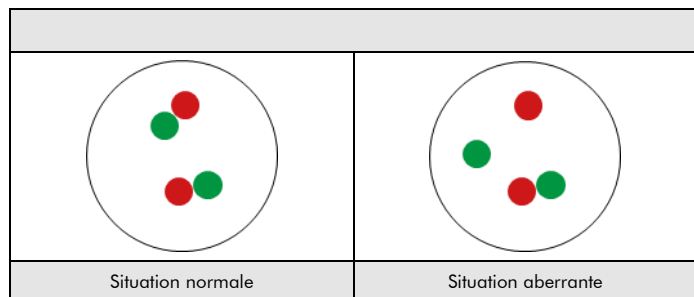

Fig. 2: Résultats attendus dans les noyaux en interphase normaux et présentant une aberration
**Situation normale :** Dans les interfases de cellules normales ou de cellules sans translocation impliquant la région du gène MYC, deux signaux de fusion rouge/vert apparaissent (Voir figure 2).
**Situation aberrante :** Une région du gène MYC affectée par une translocation est indiquée par un signal vert distinct en forme de point et un signal rouge distinct en forme de point (Voir figure 2).